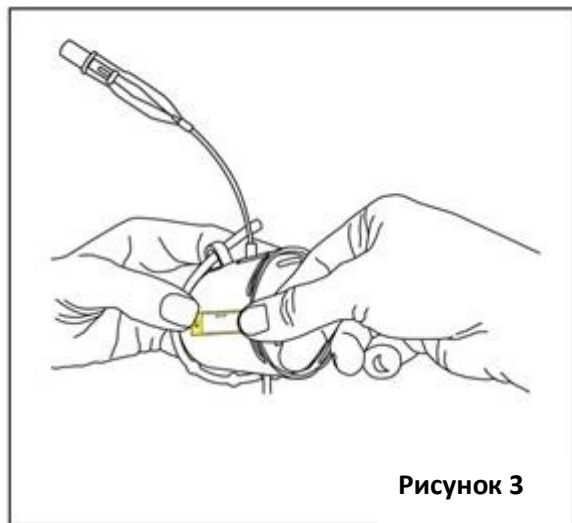

Рисунок 3
- 1.4. Прикрепите наклейку с указанием дня и напишите **предполагаемую дату замены** с учетом 10-дневного срока службы устройства [Рисунок 3].